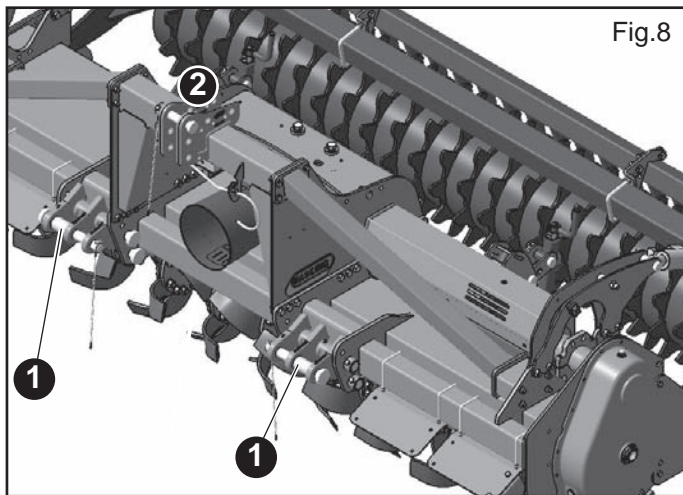
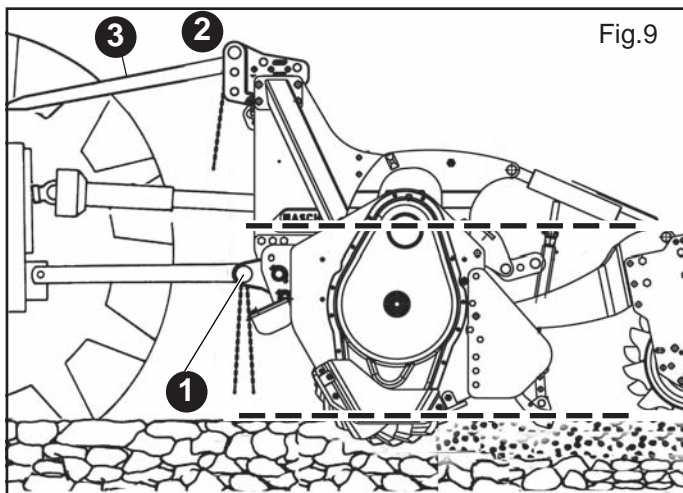

Fig.8
Fig.9
- 1) Agganciare le barre del sollevatore sui perni predisposti (1, Fig.8, Fig.9). Bloccare con le copiglie a scatto.
- 2) Collegare il terzo punto superiore (2, Fig.9); la spina va bloccata con l'apposita copiglia; mediante il tirante di regolazione (3, Fig.9) fare in modo che la macchina sia perpendicolare al terreno (Fig.9).